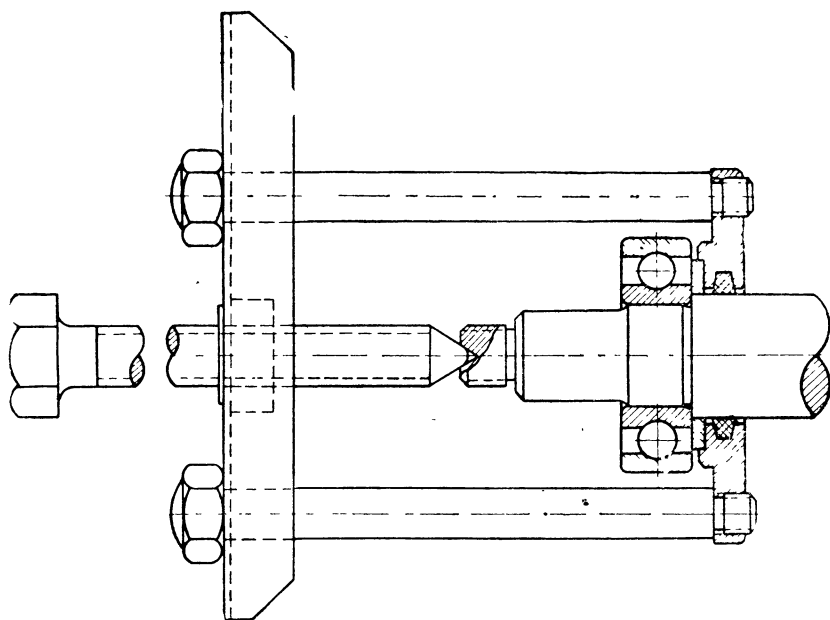

Рис. 15. Снятие подшипника.
- в) вынуть шпонку 4 и снять подшипники 7 и 20 при помощи съёмника и вкладышей, имеющихся в комплекте ЗИП (см. рис. 15);